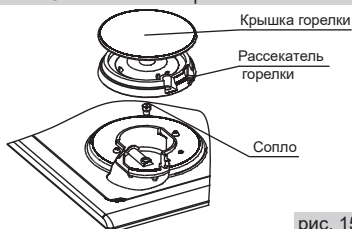

рис. 15
20.1. Проведение замены сопла при ремонте, а также при переводе на другой тип газа (рис.15, 16, 17)